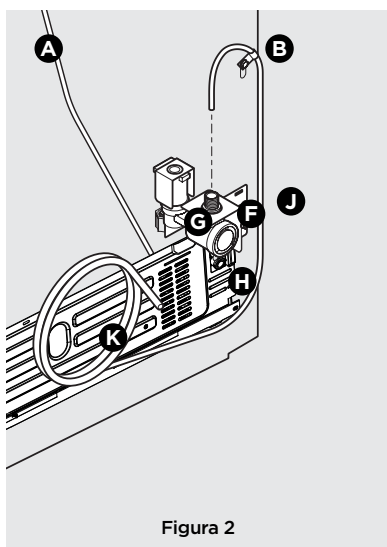

Figura 2
**inoxidable trenzado:** La tuerca ya está montada en el tubo. Deslice la tuerca en la entrada de la válvula y ajuste la tuerca con los dedos en la válvula. Apriete otra media vuelta con una llave inglesa; NO apriete en exceso. Ver la figura 2.